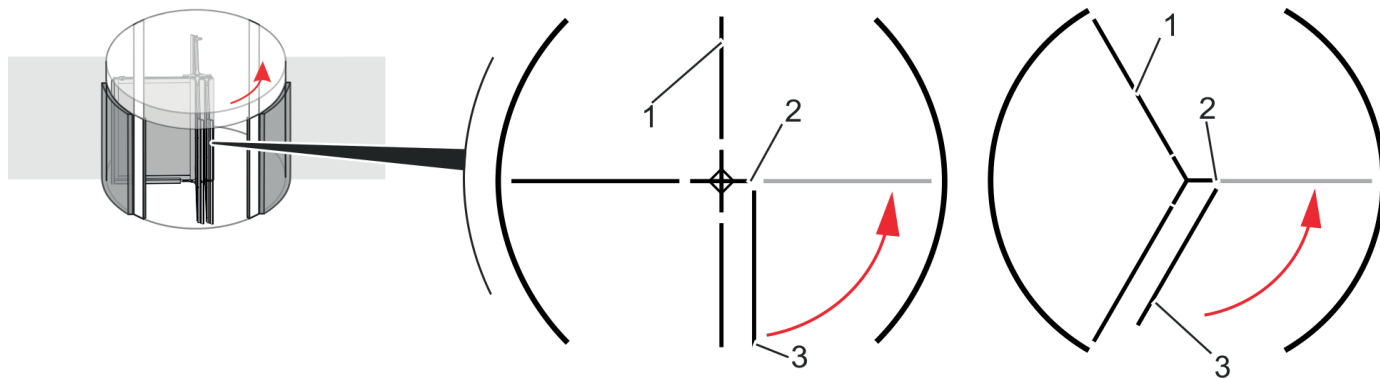

Рис. 12 Высвобождение дверного полотна (4 и 3 полотна)
Зафиксируйте дверное полотно на входе (Рис. 12/1) силами одного работника.
2. Переместите откидное дверное полотно (Рис. 12/3) в указанном стрелкой направлении, как показано на Рис. 12.